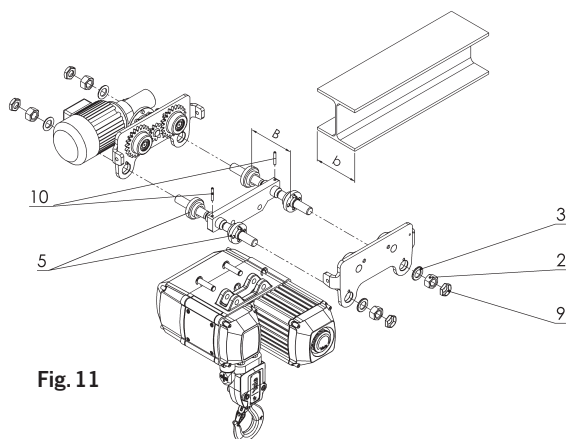

Fig. 11
Montering af løbekat (se Fig. 11)
- Er der på hver side et spillerum (se Fig. 11) mellem løbekathjulets flange og bjælkeflangen?